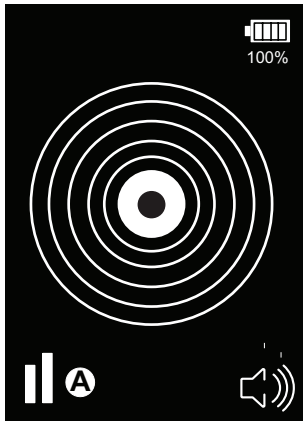

Fig. 7: Affichage des alarmes
5. Si du fluide frigorigène est détecté, le son augmente en vitesse et en intensité et l'écran affiche des cercles concentriques qui s'agrandissent vers l'extérieur à mesure que la concentration du fluide frigorigène augmente (voir Fig. 7).